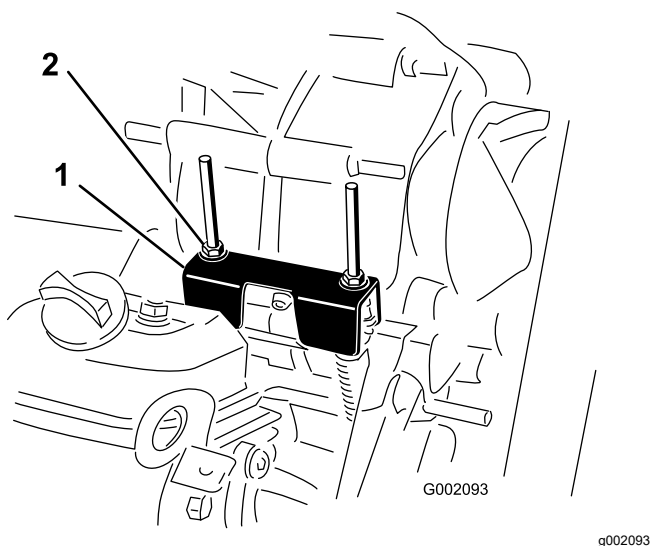

Figura 58
motor, deverá colocar o conjunto eixo-transmissão na posição NEUTRA (Figura 58). A alavanca de mudanças da máquina possui uma posição de PONTO MORTO que controla a posição neutra do conjunto eixo-transmissão. Realize os passos seguintes para se certificar de que a alavanca de mudanças controla a posição neutra do conjunto de forma correta:
2. Certifique-se de que o suporte neutro está na posição {PONTO MORTO (ao nível do suporte do cabo ao capot situado por baixo do suporte das mudanças), rodando a embraiagem (Figura 58).
3. Rode uma das porcas de bloqueio (Figura 58) para conseguir 0,76 a 1,52 mm de folga entre a parte inferior da porca/anilha e o suporte neutro.